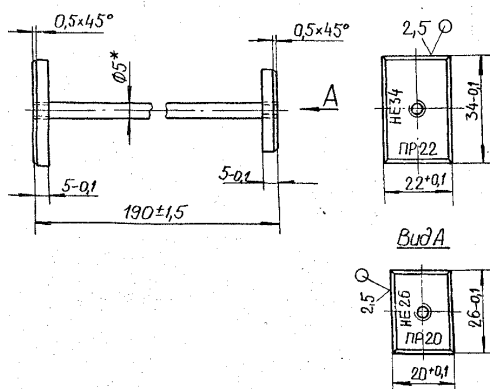

Рис. 9.3 Шаблон для контроля размеров разрыва основных и дугогасительных силовых контактов.
- исследовать растворы основных и дугогасительных контактов шаблоном (см.рис. 9.3);